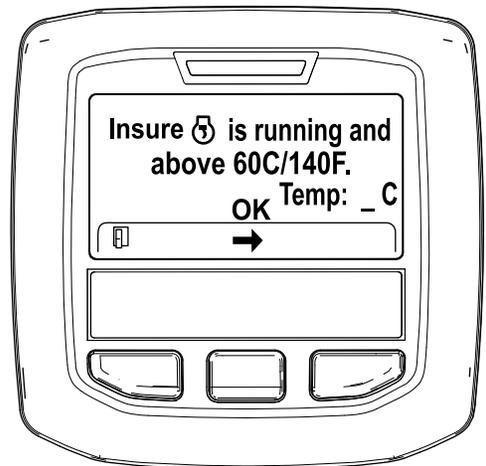

Figura 46
- Si la temperatura del refrigerante se encuentra por debajo de 60 °C (140 °F) aparece el mensaje "Insure  is running and above 60C/140F" (Asegúrese de que está funcionando y por encima de 60 °C/140 °F). (Figura 46).